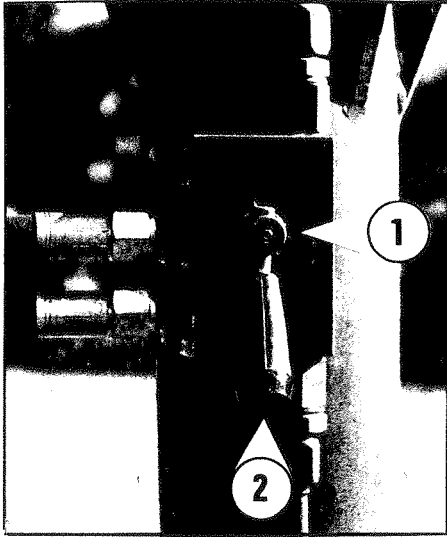

Fig. 3
- 2 - La messa in opera contemporanea degli stabilizzatori si ottiene agendo sulla leva di comando «B» trovandosi le leve dei rubinetti (fig. 3) in posizione 1 (aperto).
- 3 - Per posizionare gli stabilizzatori in modo indipendente portare la leva del rubinetto su cui si intende agire in posizione 1 (aperto) (vedi fig. 3), quindi agendo sulla leva di comando «B» far scendere il martinetto fino a terra. Riportare la leva del rubinetto in posizione 2 (chiuso) e ripetere l'operazione con gli altri martinetti.
Attenzione: È obbligatorio chiudere i rubinetti delle valvole (fig. 3) prima di azionare la gru.
- 2 - The simultaneous operation of outriggers is obtained operating the control lever «B» previous positioning tap lever (fig. 3) on 1 (open).
- 3 - For independent operation of the outriggers position the tap lever, of the outrigger to be operated, on 1 (open) (see fig. 3) and then operate the control lever «B», reposition the tap lever on 2 (closed) and repete the operation with the other outriggers.
Warning: It is compulsory to close the valve taps (fig. 3) before using the crane.
- 2 - La mise en fonction contemporaine des stabilisateurs s'obtient en agissant sur le levier de commande «B», les leviers des robinets (voir figure 3) se trouvant en position 1 (ouvert).
- 3 - Pour positionner les stabilisateurs individuellement placer le levier du robinet sur lequel l'on veut agir en position 1 (ouvert) (voir figure 3); agir sur le levier de commande «B», faire descendre le vérin jusqu'à sol. Reporter le levier en position 2 (fermé) et répéter l'opération avec les autres vérins.
Attention: Il est obligatoire de fermer les robinets des valves (figure 3) avant de manoeuvrer la grue.
- Die gleichzeitige Bedienung der Stützen wird mit dem Steuerhebel «B» betätigt. Die Hebel der Absperrhahnen (siehe Fig. 3) befinden sich in Pos. 1 (offen).
- Beim Ausfahren einer Abstützung muss der Hahnen der betreffender Stütze auf Pos. 1 (offen) (siehe Fig. 3) stehen; den Hebel «B» betätigen und die Stütze bis auf den Boden ausfahren. Nachher Hebel auf Pos. 2 (schliessen). Den gleichen Vorgang für die andere Zylinder.
Vorsicht: Es ist wichtig die Hebeln zu schliessen (Fig. 3) bevor der Kran in Betrieb genommen wird.